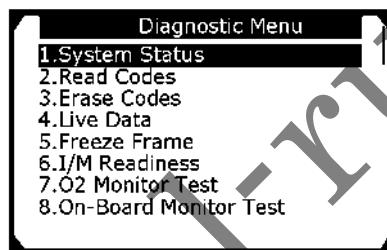

Рисунок 5-3
7) Ознакомьтесь со сводной информацией о состоянии системы (состояние индикатора MIL, количество диагностических кодов неисправностей, статус монитора), отображаемой на экране дисплея сканера. См. рисунок 5-1. Нажмите **кнопку ESC**, чтобы перейти к **меню диагностики** (см. рисунок 5-3).
- 1) С помощью кнопки прокрутки вверх/вниз выберите пункт **Read Codes** [Считывание кодов] в меню диагностики, а затем нажмите кнопку **OK**. См. рисунок 5-3.
1) С помощью **кнопок прокрутки вверх/вниз** выберите пункт **Erase Codes [Стереть коды]** в меню диагностики, а затем нажмите **кнопку OK**. См. рисунок 5-3.
- 1) Для просмотра оперативных данных используйте **кнопки прокрутки вверх/вниз**, чтобы выбрать пункт **Live data [Оперативные данные]** в меню **диагностики**, а затем нажмите **кнопку OK**. См. рисунок 5-3.